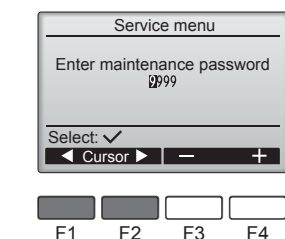

Fig. 6-2
① Seleccione "Service" (Revisión) desde el Menú principal y pulse el botón (✓).
② Una vez seleccionado el menú "Service" (Revisión), aparecerá una ventana que le solicitará la contraseña. (Fig. 6-2)